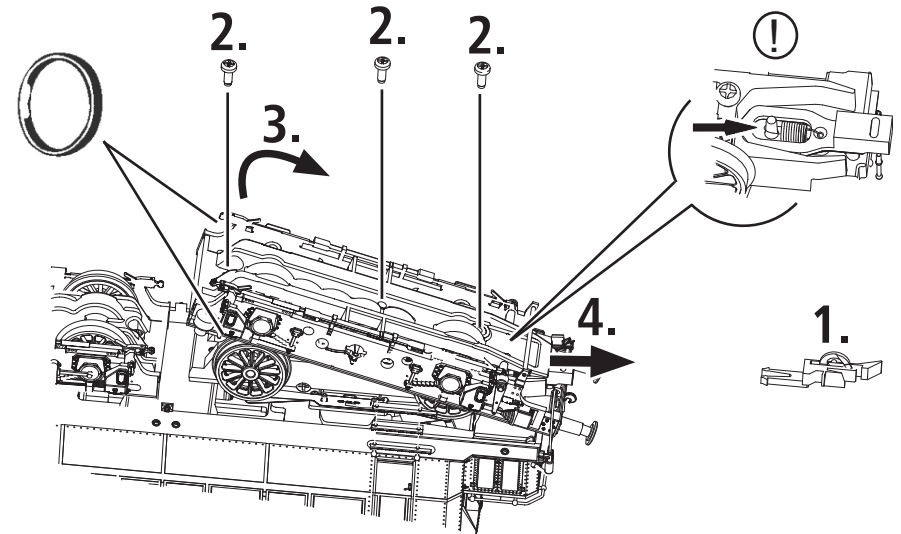

Fig. 9
**Schleiferwechsel:** siehe Fig. 9
**A.C. pick up:** see fig. 9
voir fig. 9